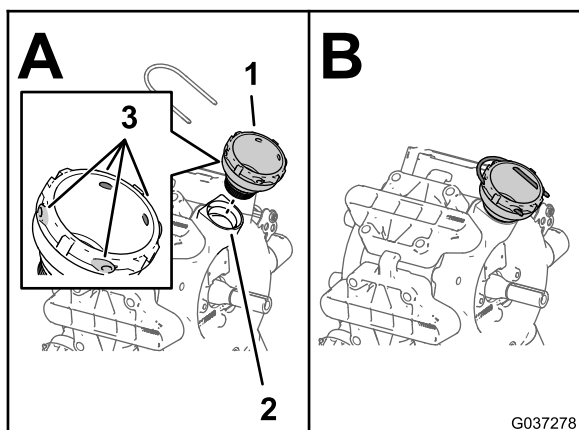
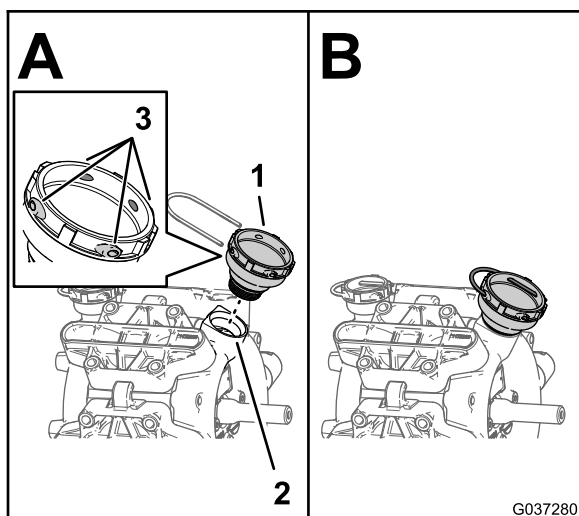

図 7
図 8
- フィッティング 1½ インチ 38.1mm をポンプの戻り側ポートに取り付ける 図 7 または 図 8。